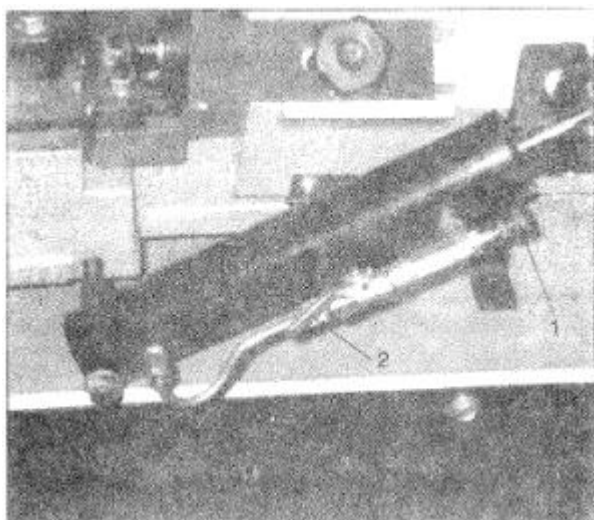

Рис. 4
Гидравлический контроллер подачи предназначен для управления скоростью подачи полотна и блокировки рычага в вертикальном положении. Чтобы увеличить скорость подачи следует повернуть ручку (1 на рисунке. 4) против часовой стрелки. Чтобы уменьшить скорость подачи мы крутим в обратную сторону. Чтобы отключить перелив гидравлической жидкости, следует повернуть рычаг, как показано на рис. 4. Чтобы включить гидравлический цилиндр, следует поднять рычаг (2) на его позицию.